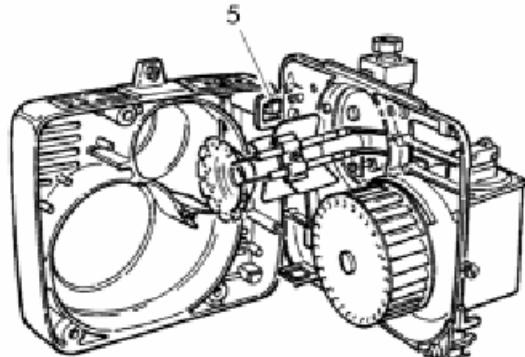

Рис. 3
- Установите пластину держателя узлов в рабочее положение 5 и проведите техническое обслуживание насадки сгорания (рис. 3).